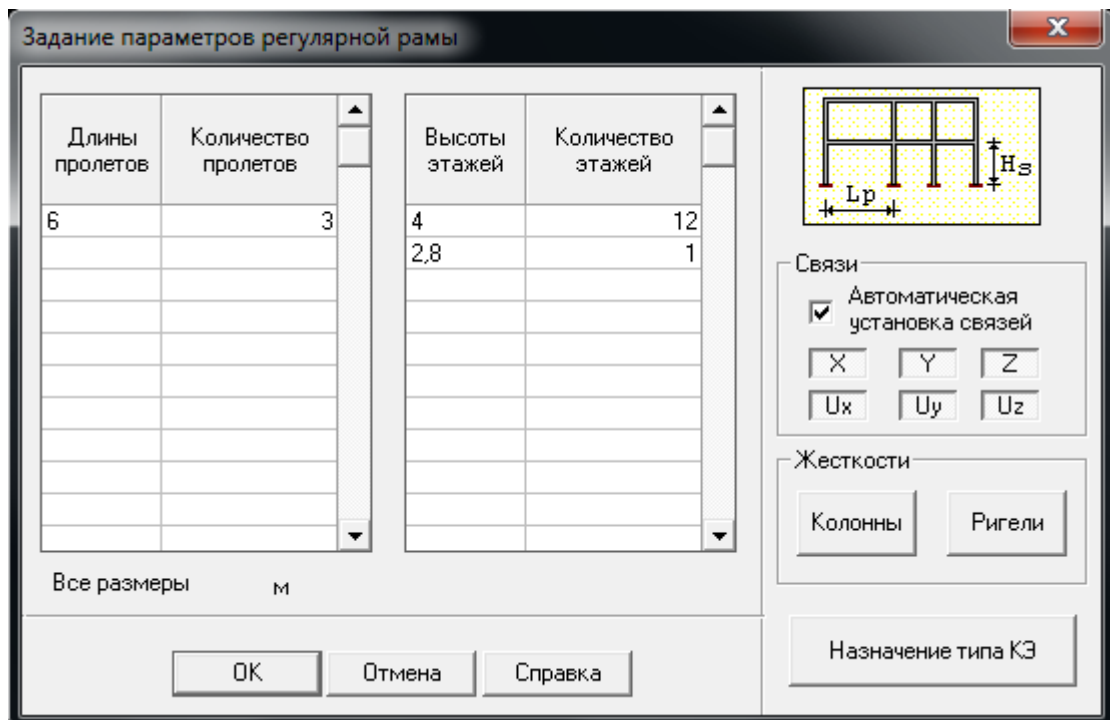

Рисунок 1.9 - Диалоговое окно SCAD для задания параметров рамы
7. В появившемся диалоговом окне **Задание параметров** регулярной рамы (рис.1.9) ввод геометрических размеров рамы вы-
Для нашей рамы необходимо ввести данные в обе таблицы, как показано на рис. 1.9. Далее следует нажать кнопку ОК в диалоговом окне и SCAD автоматически построит рамы с заданными пользователем параметрами.